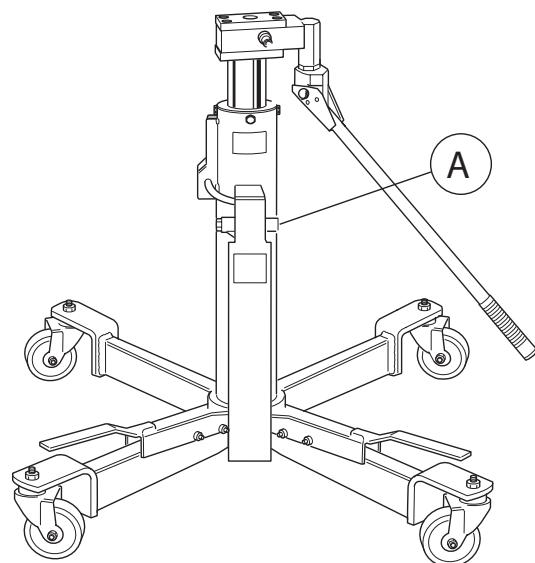

Fig.4
Druckluftanschluß (Abb. 4)
Branchemet de l'air comprimé (Fig. 4)
- Retirer la plaque d'élevage en desserrant les quatre boulons de sécurité (Fig. 4).
- Replacer la plaque de levage en utilisant les quatre boulons de sécurité (Fig. 4).